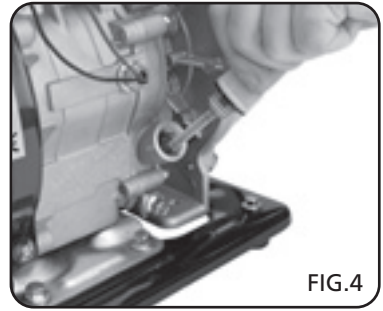

FIG.4
9.1 PREPARING THE PUMP - FIGS. 4 - 7